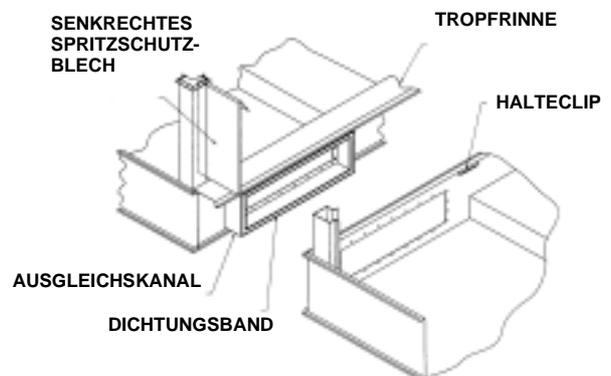

Abb. 3 – Verbindung des Ausgleichskanals
2. Reinigen Sie die Flansche der zu verbindenden Ausgleichskanäle vor Installation. Bringen Sie eine Lage Dichtungsband mittig zwischen den Bohrungen des Flansches und an den Außenseiten an. Die Papierschutzstreifen müssen restlos vom Dichtungsband entfernt werden. (siehe Abb. 3)
9. Setzen Sie das senkrechte Spritzschutzblech in den Winkel zwischen die senkrechten Halterungen. Bei verzinkten Aggregaten ist das senkrechte Spritzschutzblech mit 8 mm selbstschneidenden Schrauben zu befestigen, bei Edelstahlausführungen mit 6 mm Edelstahlschrauben (Abb. 3).